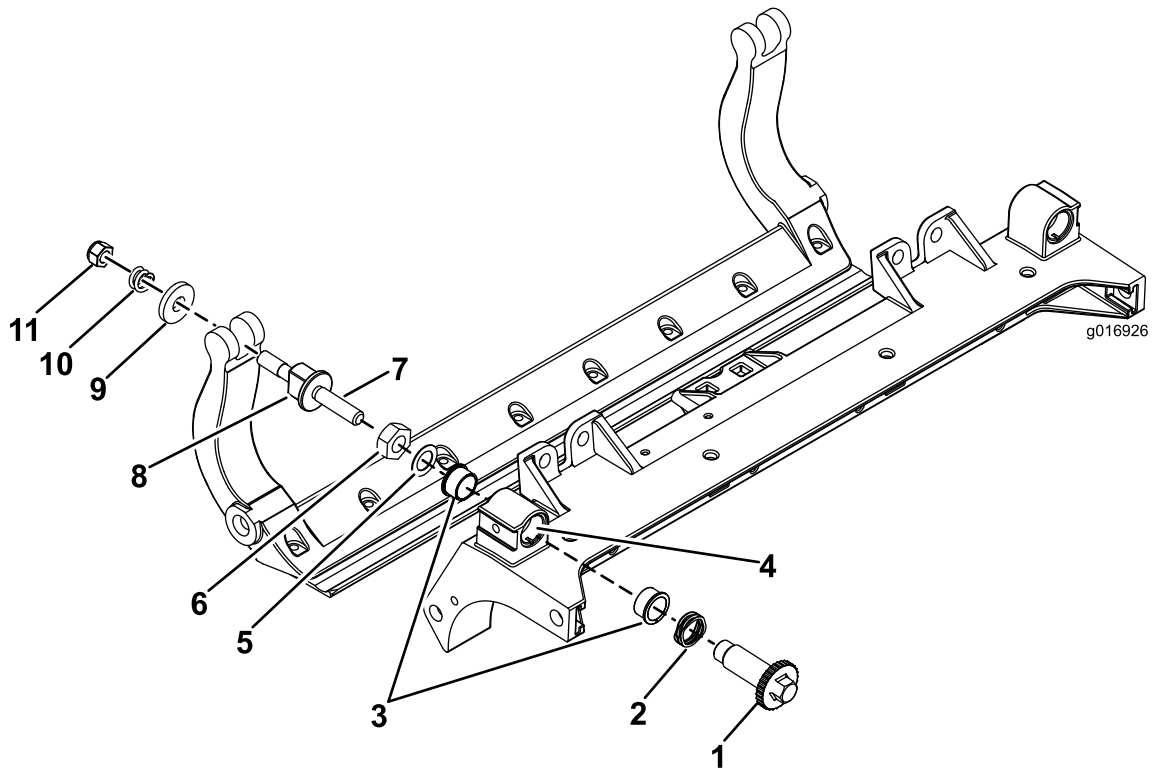

Figura 41
1. Retire todas as peças (consulte as *Instruções de instalação* do Kit DPA HD e a Figura 41).
2. Aplique composto antigripagem no interior da área dos casquilhos na estrutura central da unidade de corte (Figura 41).
3. Alinhe as chaves nos casquilhos das flanges com as ranhuras na estrutura e instale os casquilhos (Figura 41).
4. Instale uma anilha ondulada no veio do ajustador e deslize o veio para os casquilhos da flange na estrutura da unidade de corte (Figura 41).
5. Prenda o veio ajustador com uma anilha plana e porca de bloqueio (Figura 41).
12. Coloque uma arruela de aço no exterior de cada uma das arruelas de nylon (Figura 41).
Nota: As anilhas podem ter uma folga interna (Figura 41).
15. Aperte a porca em cada conjunto de ajustador da barra de apoio até que a mola de compressão esteja totalmente comprimida e, em seguida, desaperte a porca $\frac{1}{2}$ volta (Figura 41).